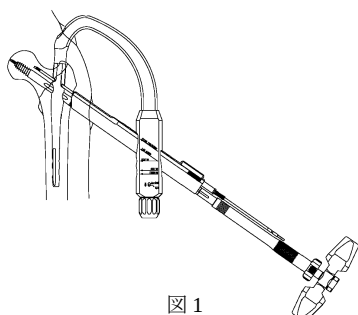

図1
- ガイドピンを介して、ラグスクリューT レンチにてラグスクリューを挿入します。（図1）